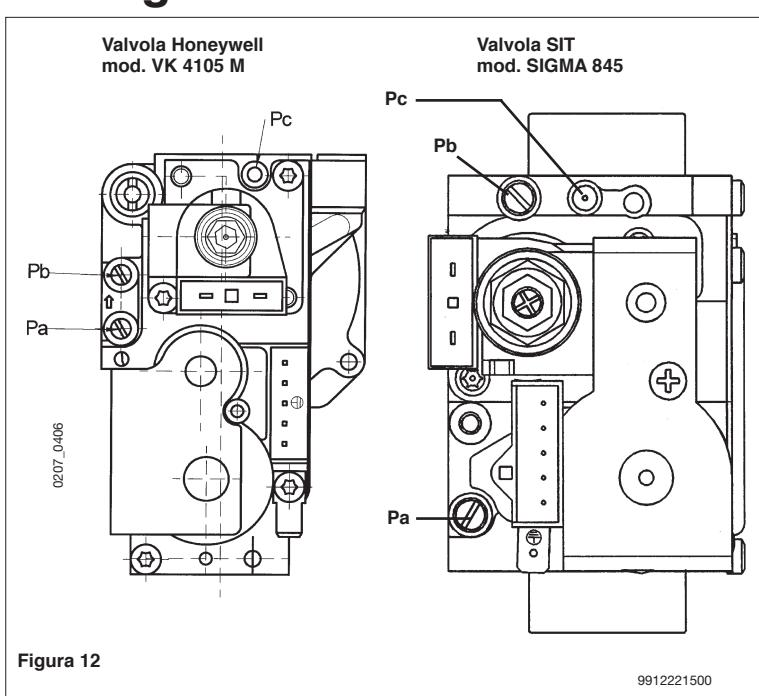

Figura 12
Le modalità di taratura del regolatore di pressione sono leggermente differenti a seconda del tipo di valvola del gas utilizzata (HONEYWELL o SIT vedi figura 12).
Las modalidades de calibrado del regulador de presión difieren ligeramente según el tipo de válvula del gas utilizada (HONEYWELL o Sit, véase figura 12).
- collegare la presa di pressione positiva di un manometro differenziale, possibilmente ad acqua, alla presa di pressione (Pb) della valvola del gas (figura 12). Collegare, solo per i modelli a camera stagna, la presa negativa dello stesso manometro ad un apposito "T" che permetta di collegare insieme la presa di compensazione della caldaia, la presa di compensazione della valvola del gas (Pc) ed il manometro stesso. (Una pari misura può essere effettuata collegando il manometro alla presa di pressione (Pb) e senza il pannello frontale della camera stagna); Una misura della pressione ai bruciatori effettuata con metodi diversi da quelli descritti potrebbe risultare falsata in quanto non terrebbe conto della depressione creata dal ventilatore nella camera stagna.
- conectar la toma de presión positiva de un manómetro diferencial, posiblemente de agua, a la toma de presión (Pb) de la válvula del gas (figura 12). Conectar, sólo para los modelos a cámara estanca, la toma negativa del mismo manómetro a un especial "T" que consienta conectar entre ellos la toma de compensación de la caldera, la toma de compensación de la válvula del gas (Pc) y el manómetro mismo. (Se puede efectuar una medición equivalente conectando el manómetro a la toma de presión (Pb) y sin el panel frontal de la cámara estanca);
- verificare che la pressione dinamica di alimentazione della caldaia, misurata alla presa di pressione (Pa) della valvola del gas (figura 12 pagina 18) sia quella corretta (30 mbar per il gas butano, 37 mbar per il gas propano o 20 mbar per il gas naturale).
- controlar que la presión dinámica de alimentación de la caldera, medida en la toma de presión (Pa) de la válvula del gas (figura 12 en página 18), sea correcta (28 mbar para el gas butano, 37 mbar para el gas propano o 20 mbar para el gas natural).